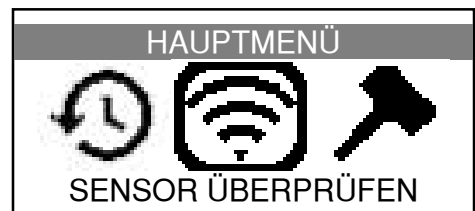

Abb. 4
- Dann wird das **HAUPTMENÜ**, siehe Abb. 4, angezeigt.